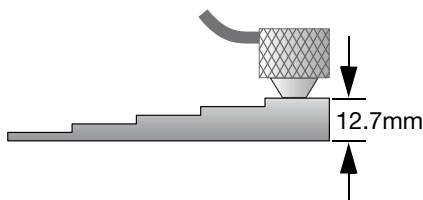

図 5-4 ステップ階段状試験片（厚い部分）による音速校正
- b) ある程度の圧力をかけて、試験片の厚い部分に探触子を接触させます（57ページの図 5-4 を参照）。